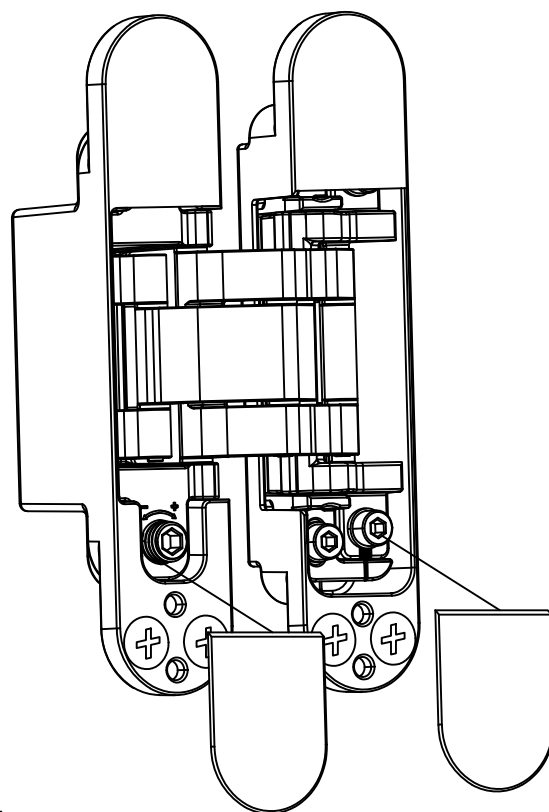

Рис. 8
1. По окончании регулировки установите на петли декоративные накладки (см. рис. 8).